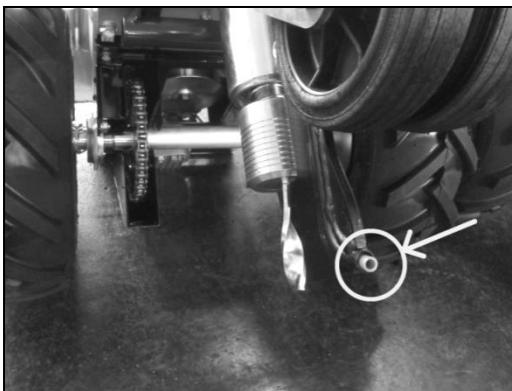

fig. 2
- Kontroller at utgangshullet på omkretsledningen fra kabellederen (mater) (fig. 2) er uskadet. Kontroller spesielt tilstanden til det fleksible røret inne i kabellederen. Hvis det er skadet, må det byttes ut. Kontroller også at det ikke er noen kutt langs konturen av hullet på kabellederen, og at den ikke har en skarp eller taggete kant. Bytt ut kabellederen hvis den er skadet.